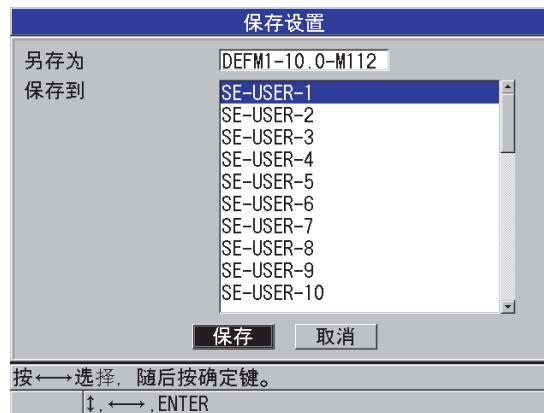

图 13-17 保存自定义设置
4. 在**保存设置**屏幕中（参见第 242 页的图 13-17）。